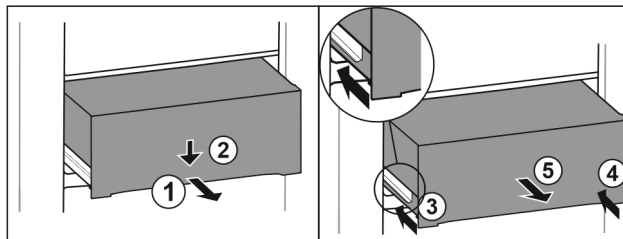

Fig. 123
- Húzza ki félig a fiókot. Fig. 123 (1)
- Nyomja le a fiók elülső oldalát. Fig. 123 (2)
- Tolja be a bal oldali sínt körülbelül 2 cm mértékben. Fig. 123 (3)
- Tolja be a jobb oldali sínt körülbelül 2 cm mértékben. Fig. 123 (4)
- Vegye ki a fiókot előre. Fig. 123 (5)